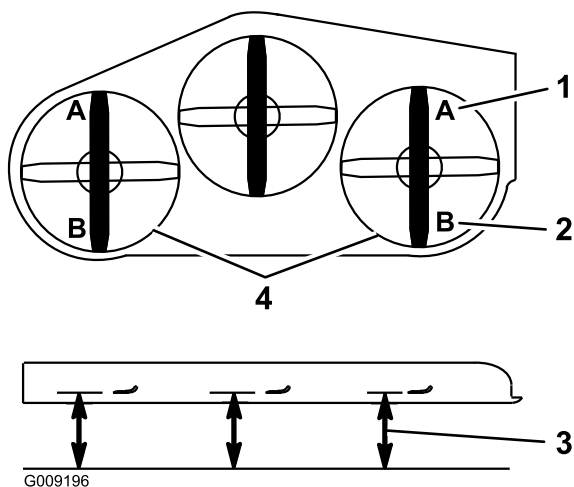

**Figura 90**
5. Empuje el pedal de elevación de la carcasa hacia delante del todo; la carcasa se enganchará en la posición de transporte de 14 cm (5½") (Figura 90).